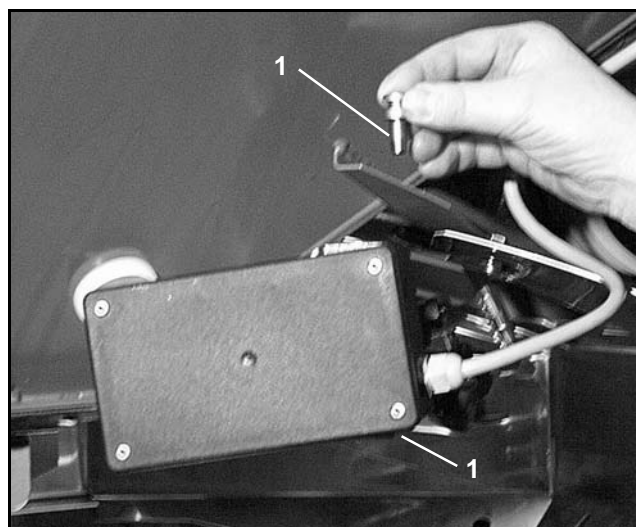

Fig. 6
- Quitar ambos pernos de articulación (Fig. 6/1).